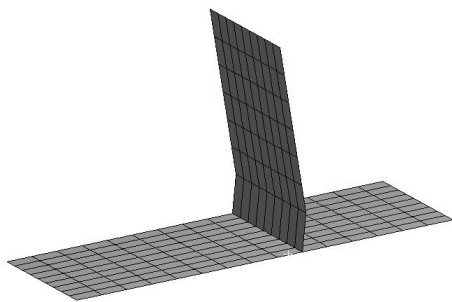

图 7.6.64 连接到边界
- ◆ **Snap to Boundary** 下拉列表：用于定义投影几何是否捕捉到网格边界上，选中 **Yes** 选项，投影几何将连接到边界上（图 7.6.64）；选中 **No** 选项，投影几何将不连接到边界上（图 7.6.65）。